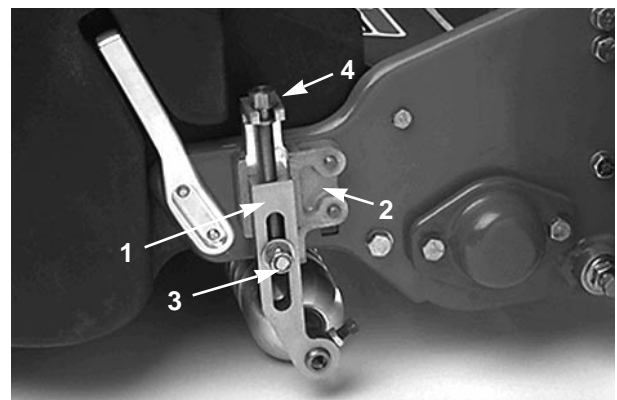

Bild 6
2. Die Sicherungsmuttern lockern, mit denen die Schnitthöheinstellprofile an den Seitenplatten befestigt sind (Bild 6).